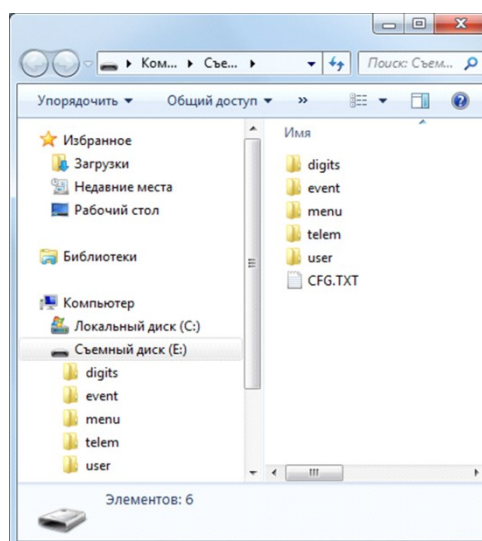

Рис. 9.5. Структура файлов контроллера
4. В окне *Автозапуск* выберите *Открыть папку для просмотра файлов*. В результате откроется окно, отображающее структуру файлов контроллера (рис. 9.5).